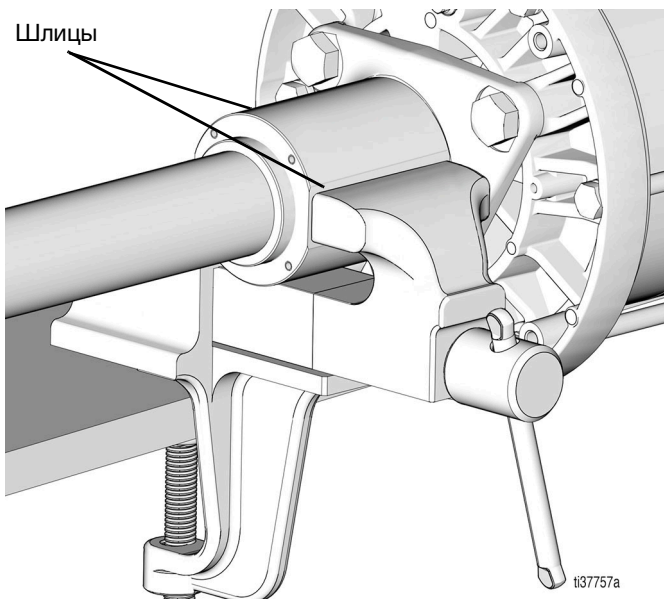

Рис. 6
9. Поместите насос в тиски в горизонтальном положении и зажмите лыски (Рис. 6).